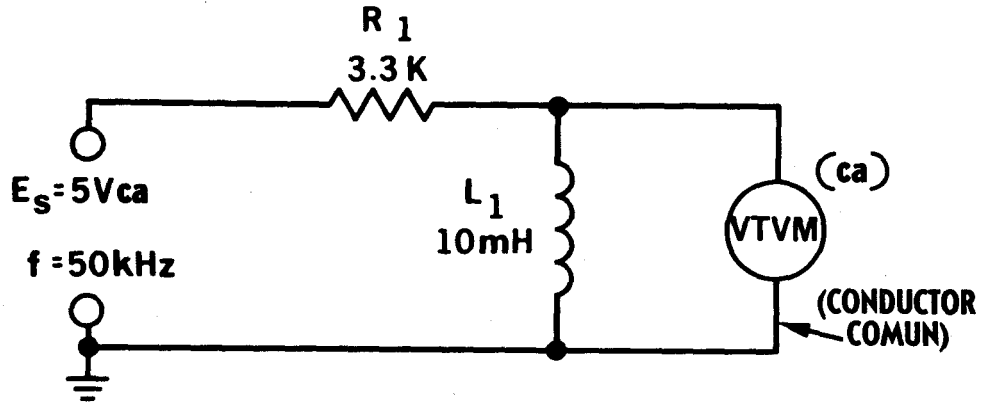

Fig. 34-1
a 50kHz. Ajuste la tensión de salida a 5 volts usando el VTVM. Ahora mida y anote la tensión en R_1 y la tensión en L_1 , usando el VTVM. Estas tensiones serán llamadas ahora E_R y E_L ; respectivamente. NOTA: asegúrese de que observa la marca GND (tierra) cuando conecta el VTVM, como se muestra en la Fig. 34-1.
13. Use el circuito de la Fig. 34-1 y calcule y registre los datos como se indica en la tabla A. Haga el ajuste que sea necesario para que la fuente tenga 5 volts, con cada cambio de frecuencia.